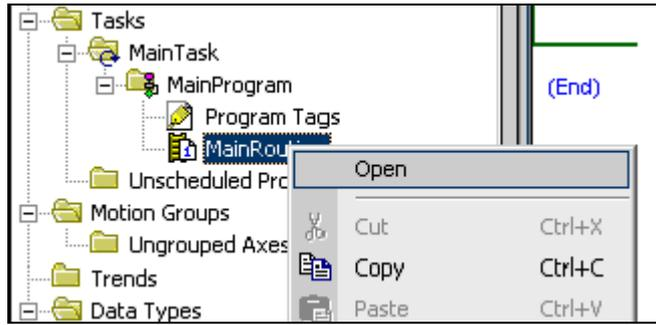

图 1- 154 打开主例程
3. 输入梯形图逻辑。右键单击 MainTask->MainProgram->MainRoutine，从弹出菜单中选择 Open，如图 1- 154 所示。